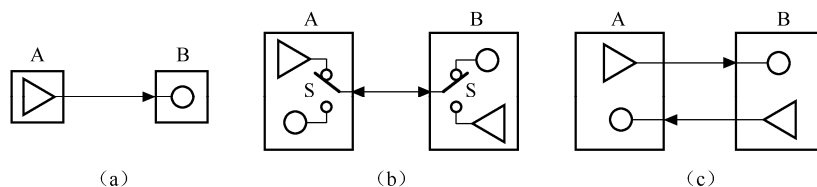

图 4-14 串行通信数据传送的三种方式
(1) 单工 (Simplex) 形式。单工形式的数据传送是单向的，通信双方中一方固定为发送端，另一方则固定为接收端，如图 4-14 (a) 所示。
(2) 全双工 (Full-duplex) 形式。全双工形式的数据传送是双向的，且可以同时发送和接收数据，因此全双工形式的串行通信需要两条数据线，如图 4-14 (c) 所示。
(3) 半双工 (Half-duplex) 形式。半双工形式的数据传送也是双向的，但任何时刻只能由其中的一方发送数据，另一方接收数据。因此，半双工形式既可以使用一条数据线，也可以使用两条数据线，如图 4-14 (b) 所示。